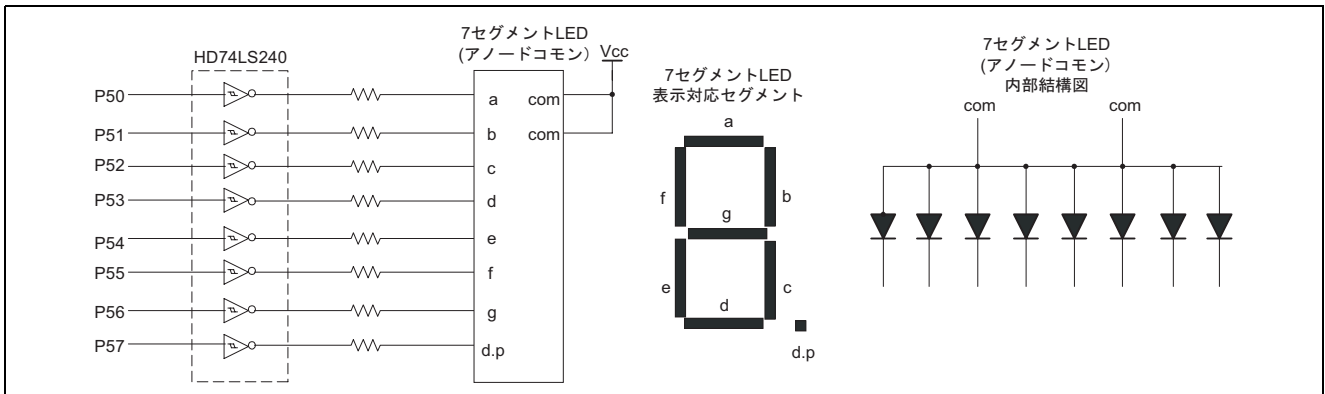

図 6 7 セグメント LED 接続図および内部結線図
(2) 使用する 7 セグメント LED の接続図を図 6 に示します。図 6 に示すようにポート 5 から “ High ” を出力することにより対応する LED のセグメントが点灯します。また , ポート 5 出力と LED 表示データの関係を表 3 に示します。